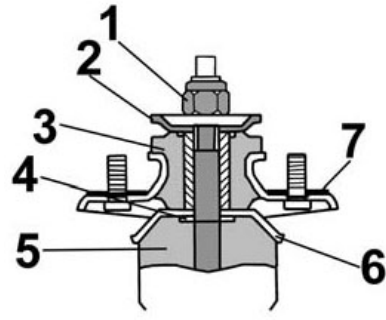

Fig. 9
- **Fig. 9** Retirar las piezas adicionales.
- **Fig. 9** Anbauteile entnehmen.
- **Fig. 9** Remove add-on parts.
- **Fig. 9** Enlever les composants.